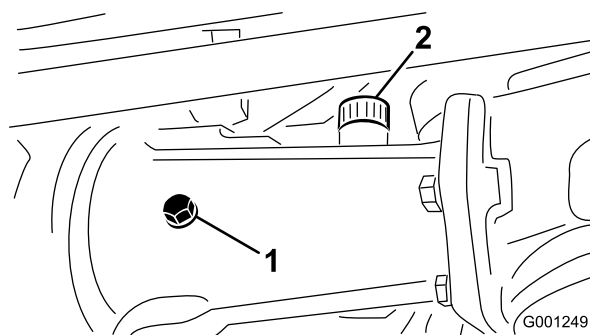
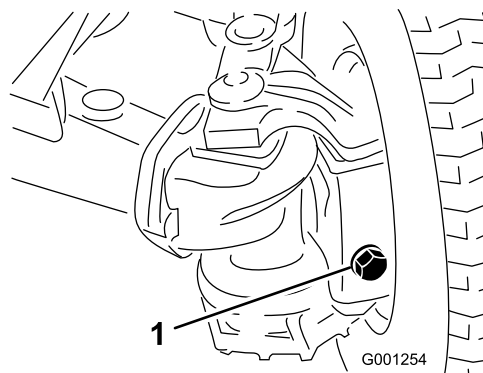

Figura 62
Figura 63
riempimento/controllo in ciascuna scatola dell'assale esterno (Figura 62 e Figura 63).
3. Controllate che vi sia lubrificante fino ai filetti nella parte inferiore di ciascun foro del tappo (Figura 62 e Figura 63).
- A. In caso di riempimento dell'alloggiamento dell'assale centrale, rimuovete il tappo di riempimento (Figura 62).
- B. Aggiungete il lubrificante dell'assale posteriore specificato nel serbatoio (o serbatoi) dell'assale fino a quando il lubrificante non raggiunge la parte inferiore dei fori dei tappi di controllo (Figura 62 e Figura 63).
- C. In caso di rimozione dall'alloggiamento dell'assale centrale, applicate un composto frenafletti PTFE ai filetti del tappo di riempimento e montatelo nell'alloggiamento (Figura 62).
5. Applicare il composto frenafletti PTFE ai filetti del tappo di controllo dall'alloggiamento dell'assale centrale e dei tappi di riempimento/controllo dalle 2 scatole dell'assale esterno (Figura 62).
nelle 2 scatole dell'assale esterno (Figura 62 e Figura 63).
1. Tappo di spurgo (3)
8. Applicare il composto frenafilietti PTFE ai filetti del tappo di controllo dall'alloggiamento dell'assale centrale e dei tappi di riempimento/controllo dalle 2 scatole dell'assale esterno; fate riferimento a Figura 62 e Figura 63 in Controllo del lubrificante dell'assale posteriore \(solo modello 30345\) (pagina 50).
9. Montate il tappo di controllo nell'alloggiamento dell'assale centrale e i tappi di riempimento/controllo nelle 2 scatole dell'assale esterno; fate riferimento a Figura 62 e Figura 63 in Controllo del lubrificante dell'assale posteriore \(solo modello 30345\) (pagina 50).